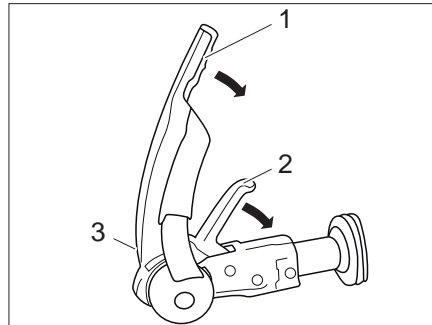

Bild 1 Säkerhetskoppling AKS 3004
- Drag stabiliseringsstången (Bild 1,1) uppåt till stoppläget.
- Dra upp kopplingshandtaget (Bild 1,2).
- Tryck sedan ned kopplingshandtaget (Bild 1,2) med handen (trampa inte på den). Kopplingen stängs och säkras automatiskt.
- Gör en visuell kontroll: Den gröna cylindern på säkerhetsindikatorn (Bild 1,3) måste vara synlig.
- Aktivera stabiliseringsanordningen. Dra stabiliseringsstången (Bild 1,1) neråt till stoppläget.